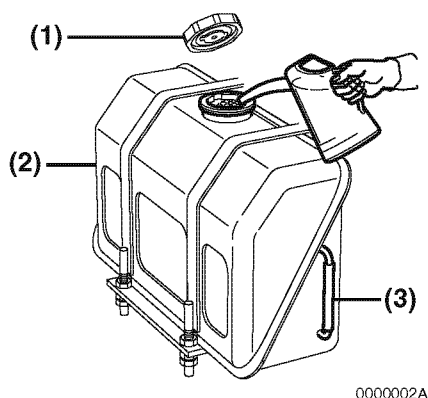

Figura 1
1. Limpie la zona circundante de la tapa del depósito de combustible (**Figura 1, (1)**).
2. Extraiga la tapa del depósito de combustible (**Figura 1, (2)**).
3. Observe el medidor para checar el nivel de combustible (**Figura 1, (3)**) y deje de llenar cuando el visor de nivel muestre que el depósito está lleno. NUNCA llene excesivamente el depósito de combustible.
4. Vuelva a colocar la tapa del combustible (**Figura 1, (1)**), apriete con la mano. El apriete excesivo de la tapa de combustible la dañará.